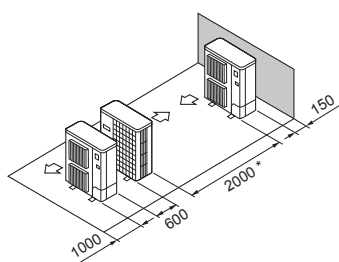

Fig. 2-12
- ⑤ Бір параллельді блокты орналастыру (Fig. 2-12)